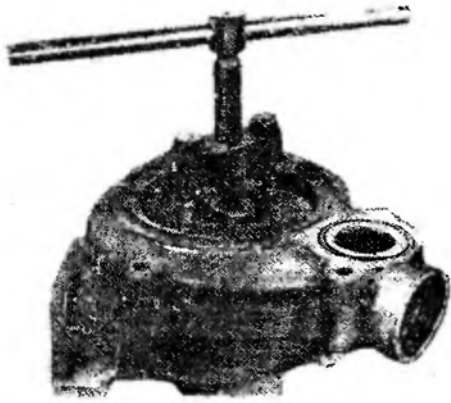
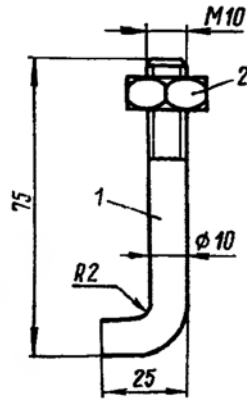

Рис. 114. Снятие крыльчатки съемником подшипников карданных валов
Рис. 115. Шпилька:
2. Снимите съёмником (рис. 114) крыльчатку. Для снятия крыльчатки в траверсу И801.33.002-10 вместо болтов М8-6g×100 вставьте шпильки 1 (рис. 115) и закрепите их гайками 2	Съёмник подшипников карданных валов